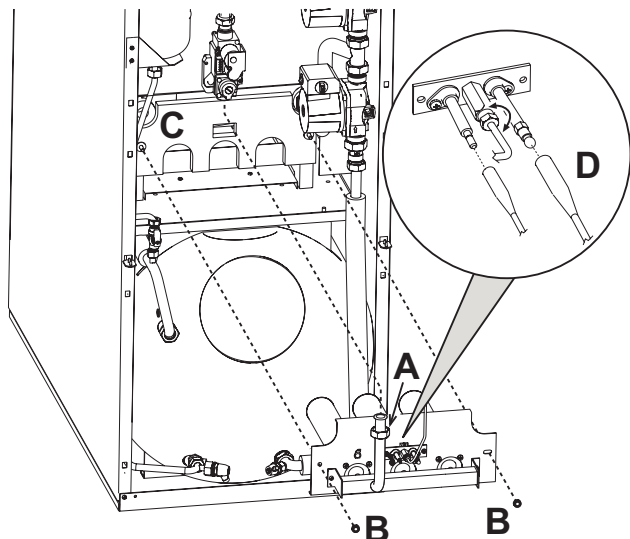

fig. 22 - Smontaggio bruciatori
- Svitare i due dadi che fissano la porta della camera di combustione agli elementi in ghisa della caldaia (fig. 22)